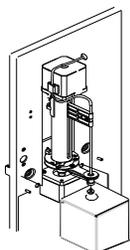

Рисунок 10-53 Использование центратора
8. Выньте пробозаборник из блока очистки пробозаборника и подставьте центратор к блоку очистки пробозаборника снизу, как показано на **рис. 10-53**;